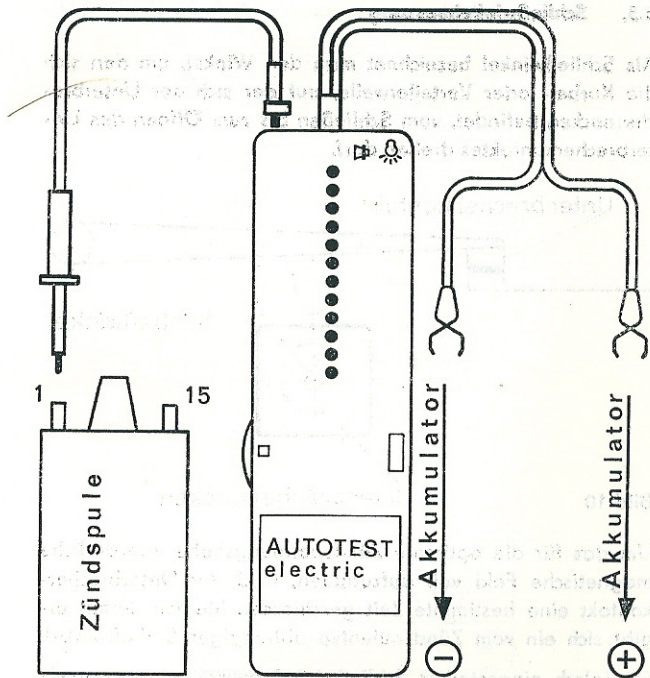

Bild 9
- Meßbereichswahlschalter (1) auf Meßbereich **5** oder **6** schalten
- Umschalter (5) in Stellung **A** oder **B** entsprechend dem Drehzahlbereich des laufenden Motors
- Meßleitung an linke Eingangsbuchse (3a) und an Klemme 1 der Zündspule oder die zur Zündspule liegende Seite des Unterbrecherkontaktes, siehe Bild 9